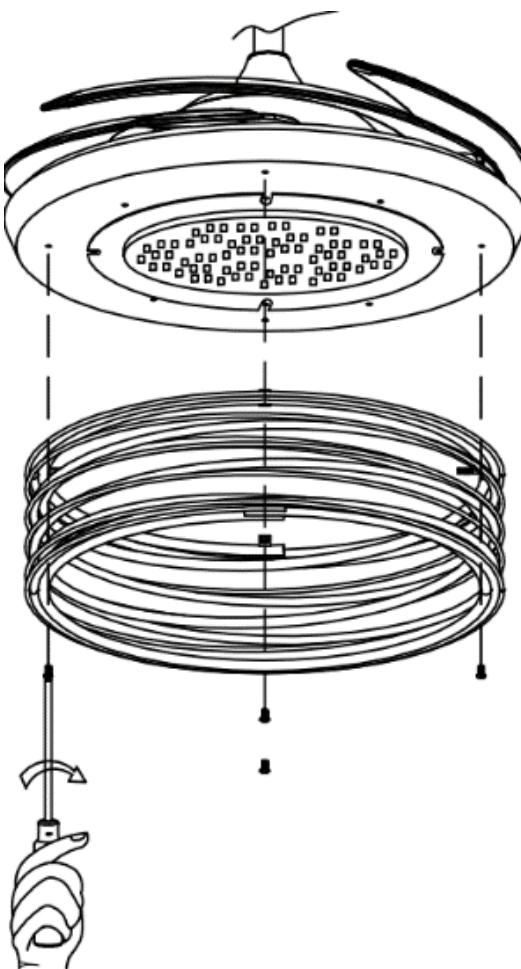

Fig. 10
- Asegure el armazón decorativo de metal a la placa de soporte del kit de luces apretando los 4 tornillos. No los apriete en exceso. (Fig. 10)